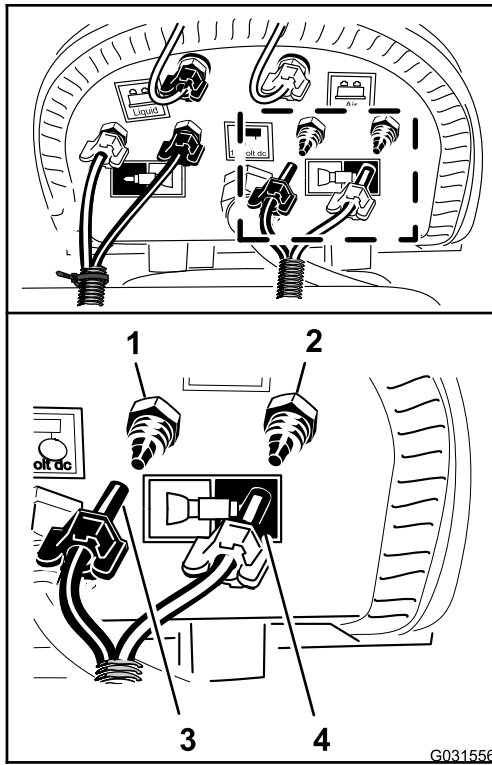

Figura 146
5. Ligue a tubagem não marcada (sem braçadeira de cabos) alinhando o tubo azul para a secção de pulverização esquerda na união da compressão para o circuito de água da secção de pulverização esquerda (Figura 146).
6. Monte a porca de compressão para o tubo na união e aperte a porca à mão (Figura 146).
7. Alinhe o tubo transparente para a secção de pulverização esquerda na união da compressão para o circuito de ar da secção de pulverização esquerda (Figura 146).
8. Monte a porca de compressão para o tubo na união e aperte a porca à mão (Figura 146).